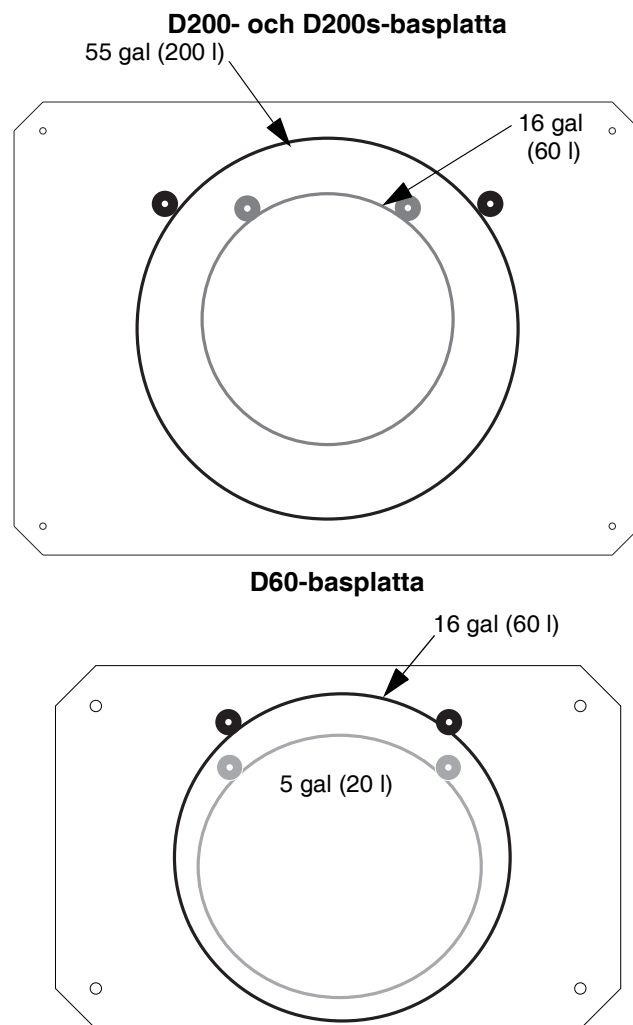

FIG. 12: Tryckmatarbasplatta
1. Leta rätt på monteringshålen på basplattan. Se FIG. 12.